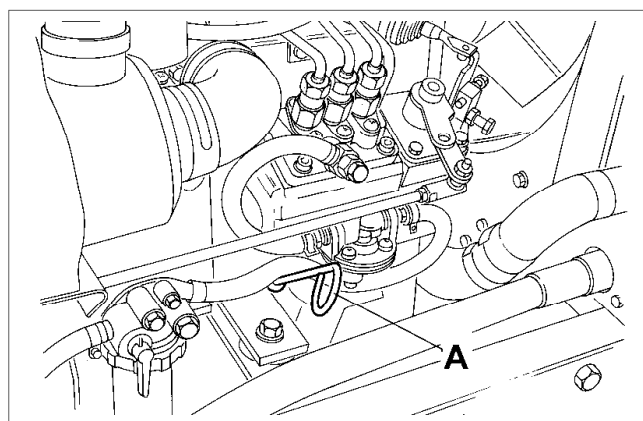

Fig.16
- Motorölstand immer mit dem Meßstab prüfen (A Bild 16). Maschine muß dabei auf ebenen Untergrund stehen. Ölinhalt 3,2 Ltr.
- (b) Controllare sempre il livello dell'olio con l'asta di misurazione (A Fig. 16), e verificare che la macchina sia parcheggiata su terreno piano. Capacità 3,2 litri.